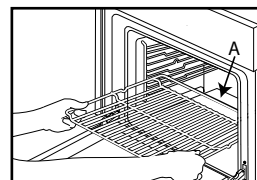

Fig. 1
1. Før grillristen vandret ind med den hævede del "A" vendt opad (Fig. 1).